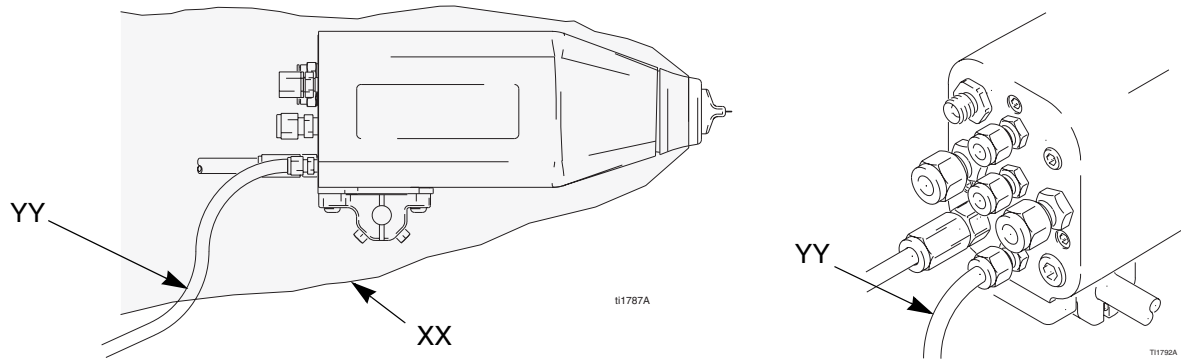

Fig. 12. Cubierta de tela
1. Instale la cubierta de tela (XX) sobre la parte delantera de la pistola y deslícela hacia atrás para cubrir los tubos y las mangueras expuestas en la parte posterior del colector. Vea Fig. 12.
2. Encamine el tubo de evacuación (YY) fuera de la cubierta. De esta forma se puede inspeccionar el tubo de evacuación por si se detecta la presencia de pintura o disolvente. Vea “**Comprobación de las fugas de fluido**” en la página 32. Sujete con cinta adhesiva o una abrazadera el tubo de evacuación para evitar que se mueva.